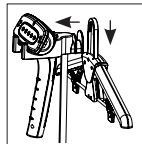

Figura 5
5. Coloque el gancho para ropa con pinzas sobre el accesorio para gancho y presione con suavidad hacia abajo (Figura 5). Expanda el gancho para ropa elevando cada lado hasta que se traben en su lugar.